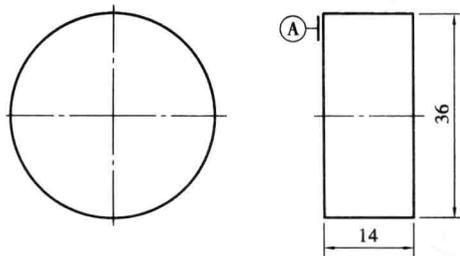

图 1.2 毛坯料外形尺寸
(1) 检查工件的毛坯
- ①擦掉毛坯的机油、锈迹并去除毛刺。
- ②用钢直尺检查外形尺寸是否有足够的加工余量。
- ③检查外形精度误差是否过大。
(2) 整理外形
①毛坯外形尺寸符合要求 36×14 mm,先修整 A 面作为基准面,再加工平行面,使尺寸达到图纸要求。
②面 1 是加工其他小面的第一个基准面,精度要求比较高,如图 1.2 所示。